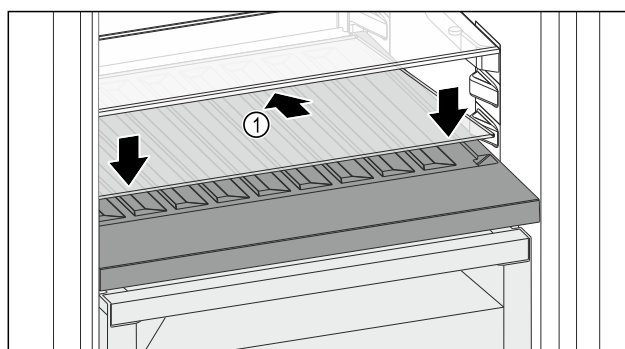

Fig. 115
- ▶ Sett på glassplaten *Fig. 115 (1)* skrått og vippet bakover nede.
- ▶ Senk glassplaten *Fig. 115 (1)* foran.